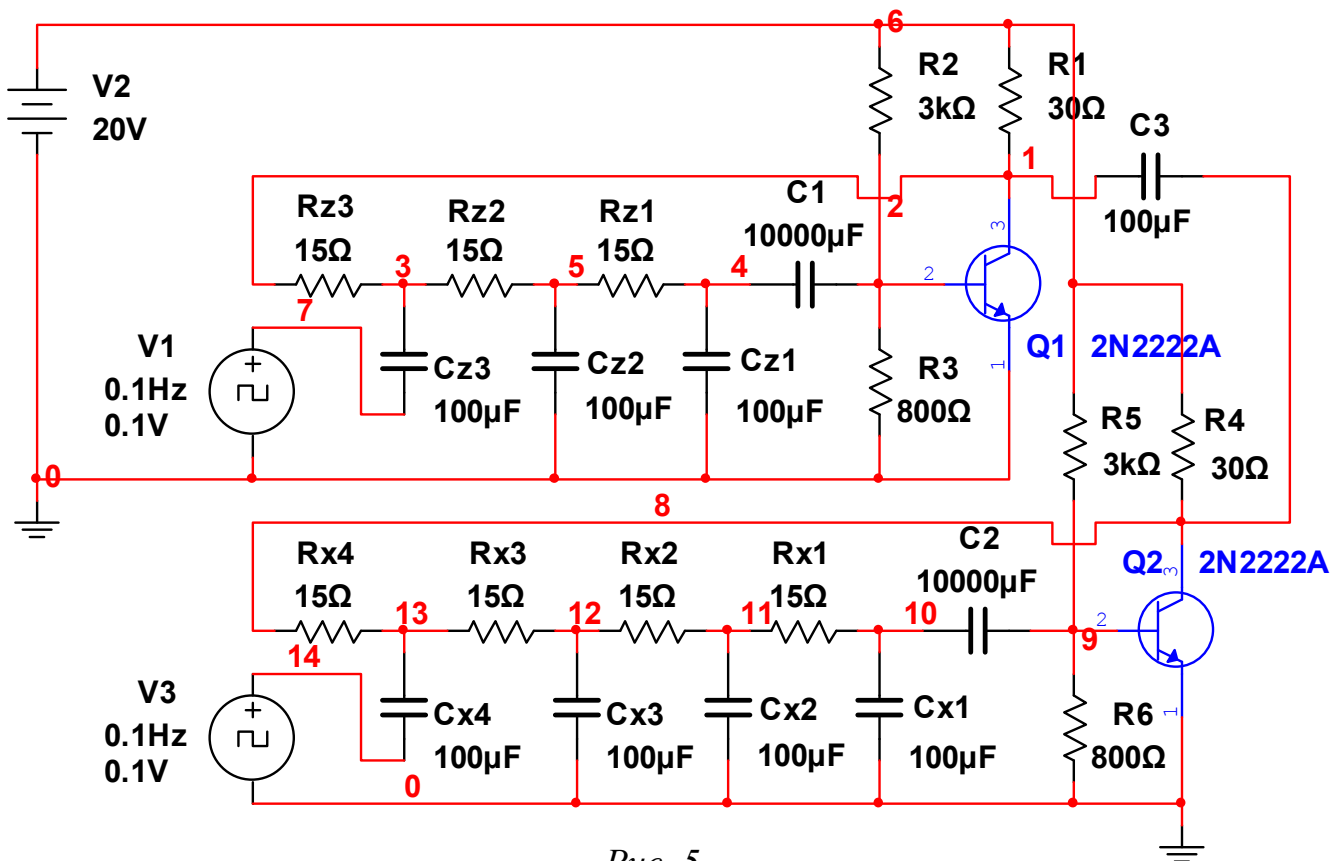

Рис. 5.
У випадку, коли два автогенератори із різними частотами автоколивань впливають один на одного, кожен з них може стати джерелом вимушеної синхронізації для іншого. На рис.5 показано два RC- автогенератори, пов'язаних між собою через ємність C3. Автогенератори побудовані відповідно на 3 та 4 однакових фазовообертальних ланках. Оскільки кожен генератор тут впливає на інший, має місце взаємний зв'язок. У випадку слабого взаємного зв'язку кожен генератор генерує коливання на своїй частоті, і між цими коливаннями має місце суперпозиція. У випадку сильного взаємного зв'язку Коливання в одному з автогенераторів зростають настільки швидко, що встигають зменшити середній коефіцієнт підсилення транзистора іншого автогенератора раніше, ніж у ньому встигнуть істотно зрости свої автоколивання. У цьому випадку обидва автогенератори генерують одну і ту саму частоту.
6. Зібрати схему, зображену на рис.5. Провести аналіз часових залежностей (Transient Analysis) для сигналів на колекторах транзисторів. Змінюючи ємність зв'язку C3, отримати режими сильного та слабого взаємного зв'язку.